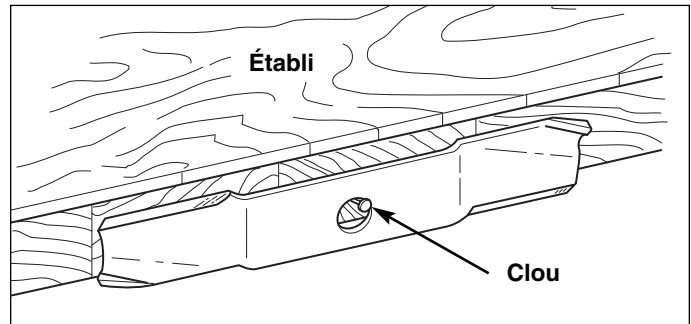

Figure 15. Équilibrage de lame
5. Équilibrez la lame comme montré en Figure 15. Posez le trou central de lame sur une tige de clou lubrifié avec une goutte d'huile. Une lame équilibrée mise horizontale doit le rester.